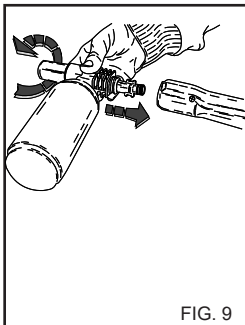

FIG. 9
- 2) Quitar la prolongación de la empunadura e introducir el kit pulverizador de detergente (fig. 9), accionar la hidrolimpiadora y cubrir la superficie a lavar con un movimiento desde abajo hacia arriba.